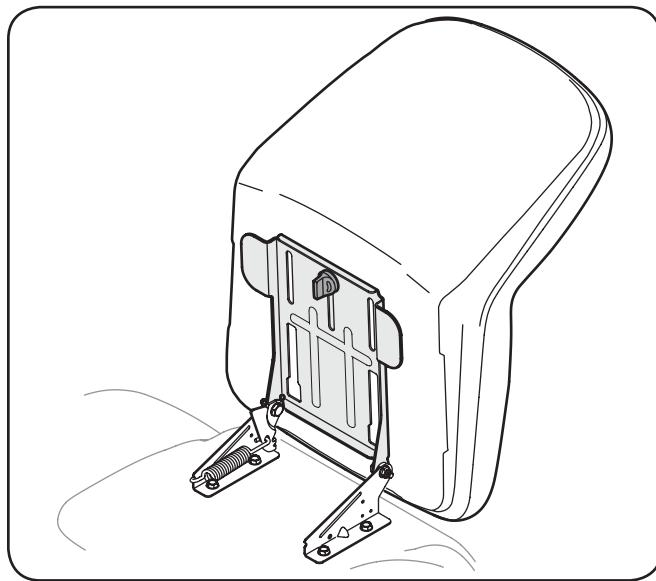

Figure 3-4
1. Coloque los tornillos con reborde (*que se encuentran en la base del asiento*) dentro de las aberturas de ranura del soporte de pivot del asiento. Vea la Fig. 3-4.
3. Seleccione la posición deseada para el asiento, y seguro con la perilla de ajuste quitada antes. Vea la Fig. 3-4.